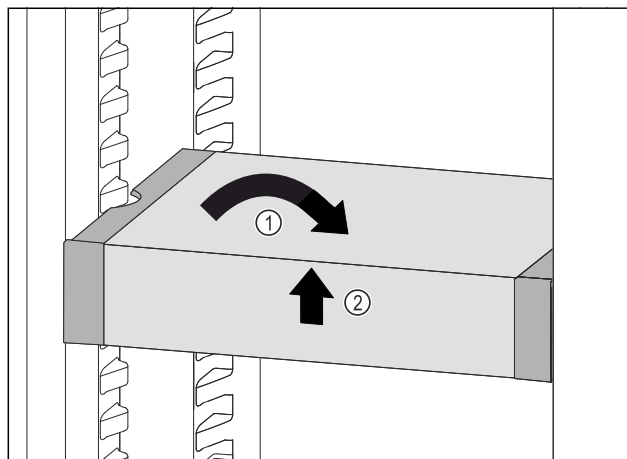

Fig. 115
- VarioSafe recht zetten. Fig. 115 (1)
- VarioSafe aan voorkant optillen. Fig. 115 (2)